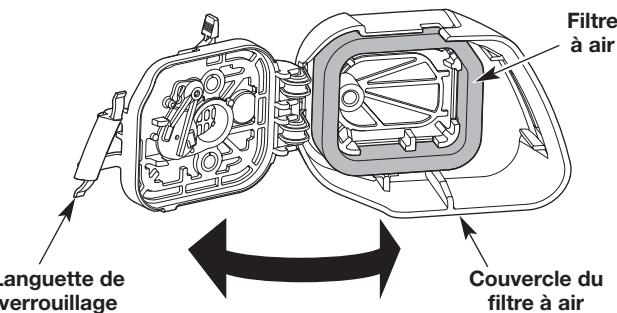

Fig. 20
- Pour ouvrir le couvercle du filtre à air: appuyez sur la languette de verrouillage et pivotez le couvercle du filtre à air vers la droite (Fig. 20).
- Retirez le filtre à air de l'intérieur du couvercle du filtre à air (Fig. 20).
- Remettez le filtre à air en place à l'intérieur du couvercle du filtre à air (Fig. 20).
- Pour fermer le couvercle du filtre à air : pivotez le couvercle du filtre à air vers la gauche et appuyez dessus en position fermée jusqu'à ce que la languette de verrouillage s'enclenche en place (Fig. 20).